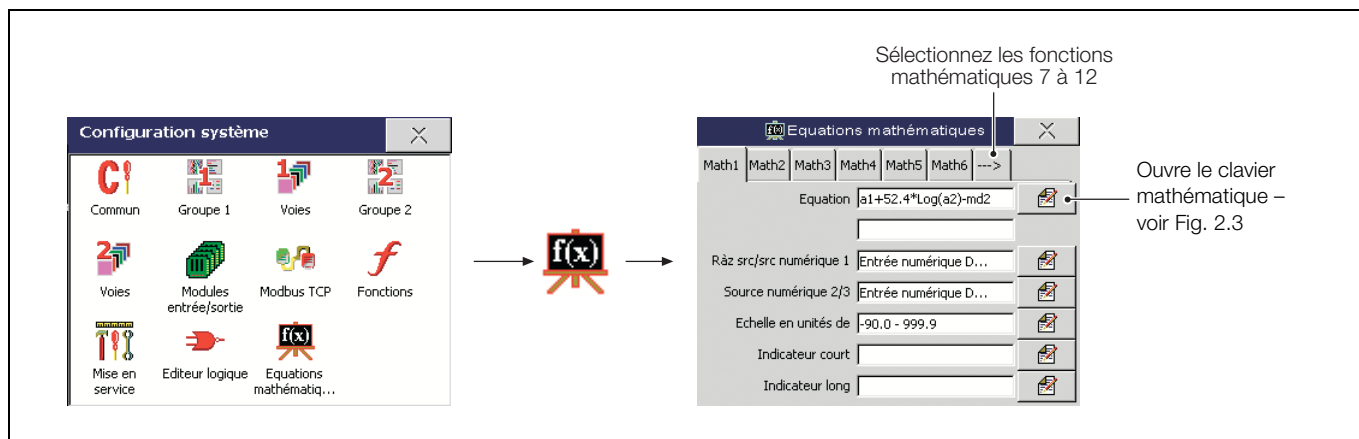

Fig. 2.2 Lancement de l'Éditeur de fonctions mathématique (clavier mathématique)
- Jusqu'à douze fonctions mathématiques, configurées individuellement à l'aide du "clavier mathématique" – voir Fig. 2.2, page 7.
2.8 Création de fonctions mathématiques – Figs. 2.2 et 2.3